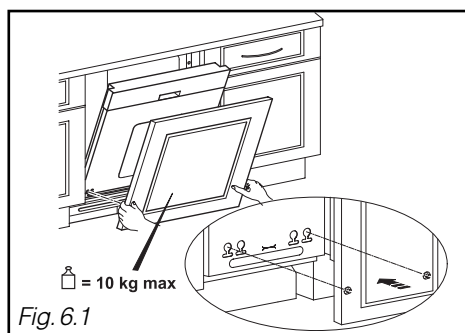

Fig. 6.1
- Positionnez votre panneau de porte en engageant les 2 vis dans les trous de la porte du lave-vaisselle (Fig. 6.1)
- Positionnez votre panneau de porte en engageant les 2 vis dans les trous de la porte du lave-vaisselle (Fig. 6.1 bis)
Fig. 6.1 bis